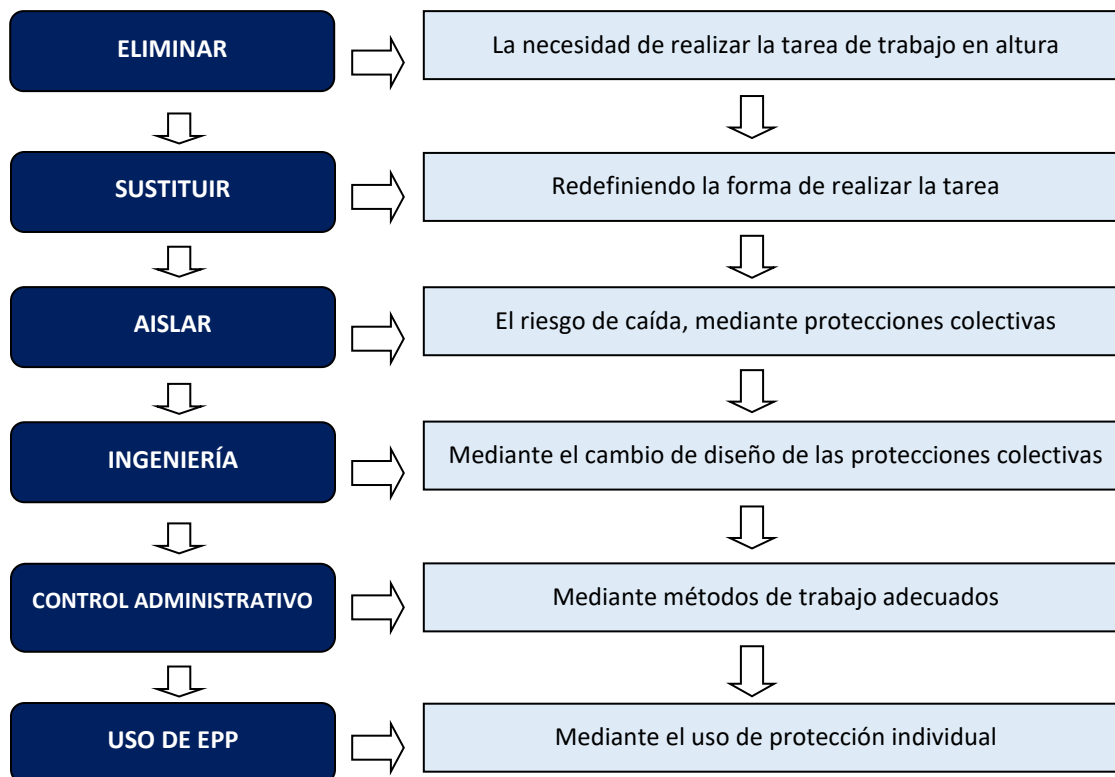

Figura 1. Jerarquía de Controles
- Antes de iniciar una actividad en donde exista riesgo de caídas se debe buscar eliminar o minimizar la necesidad de trabajo utilizando la Jerarquía de Controles, detallada a continuación (ver figura 1).